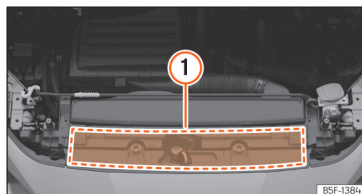

Abb. 185 Im Motorraum: Position des Aufklebers mit Motoröl-Spezifikationen
>>> [Abb. 185] (1). Bei Verwendung des empfohlenen Motoröls kann das Motoröl so oft wie erforderlich nachgefüllt werden.